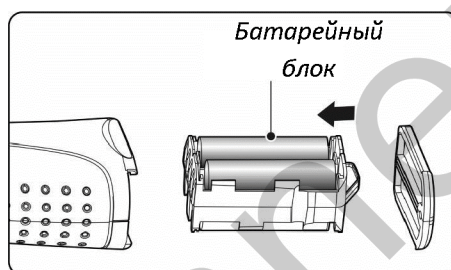

Рис. 5
- ✓ При извлечении элементов питания необходимо снять батарейный блок и затем извлечь из него батареи (Рис. 5).
- ✓ При установке элементов питания вставить четыре новые батареи (4) типа АА в соответствующие разъемы батарейного блока.